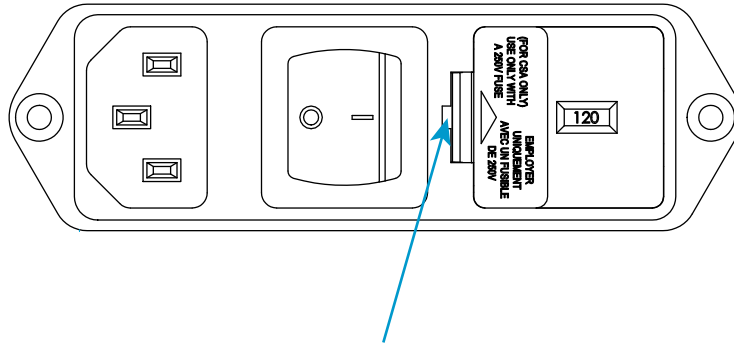

Figura 5. Extracción del contenedor de fusibles haciendo palanca
1. Asegúrese de que el interruptor de alimentación esté desconectado (0) y desenchufe el cable de alimentación de la fuente de alimentación. Compruebe que no haya ningún LED iluminado en el panel del indicador.
2. Inserte un destornillador de cabeza plana pequeño en la ranura indicada en la Figura 5 en la página 40 y haga palanca para extraer el contenedor de fusibles.